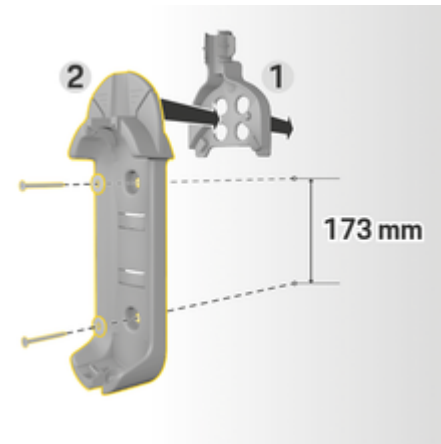

Bild 1: Borrmått
3. Tryck in vägghållaren (basutförande) 2 (Bild 1) i kabelhållaren 1 (Bild 1) framifrån.